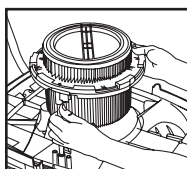

FIGURE 19
26. Retirez le couvercle du réservoir. Retourner le couvercle. Tenir une tige sur le couvercle et faire tourner la brosse pour en dérouiller la position jusqu'à ce que l'onglet de la brosse soit dégagé de la tige. Répéter l'opération pour la seconde tige et l'onglet de la broche. La brosse est maintenant dégagée des tiges. **FIGURE 19.**